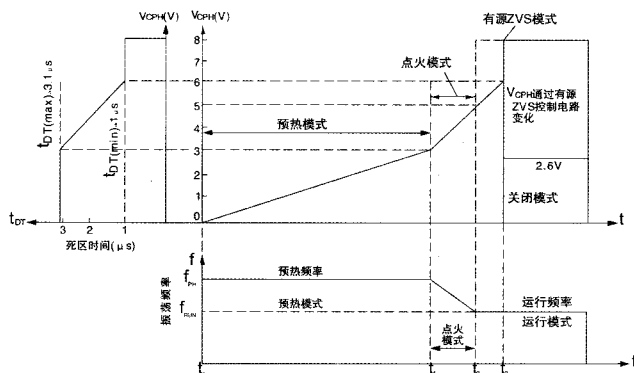

图6 不同工作模式FAN7535引脚CPH上的电压、频率及死区时间
IC的镇流器控制器有5种工作模式,在不同模式时的IC引脚CPH(⑤脚)上的电压 V_{CPH} 、工作频率 f 和死区时间 t_{DT} 如图6所示。
(1) 灯丝预热模式